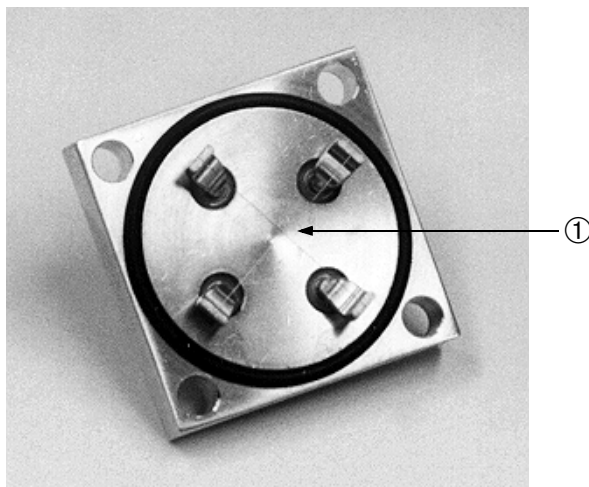

Abbildung 4-11 Drahte des Tasten-Thermoelements (Ansicht mit Aufsatz)
4. Nehmen Sie das Tasten-Thermoelement vorsichtig ab und legen Sie es mit dem Messdraht ① nach oben wie in Abbildung 4-11 gezeigt (Kontaktstiftseite nach unten) auf eine saubere Unterlage.